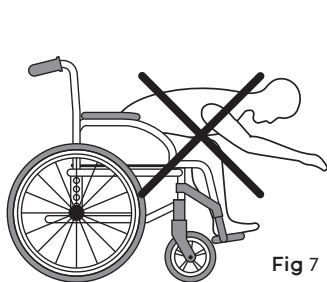

Fig 7
- No incline el tronco más allá de los apoyabrazos. (Fig. 7)